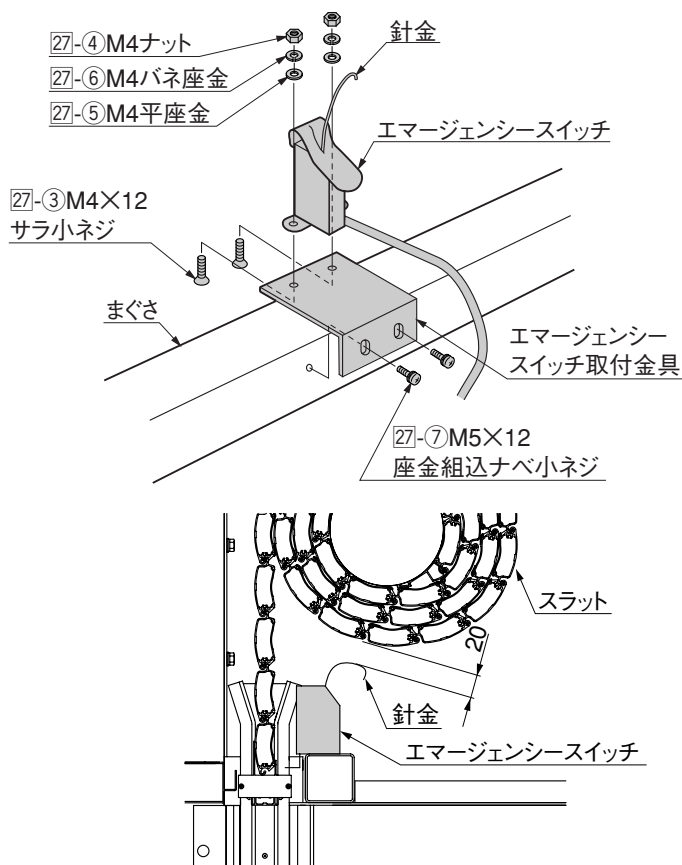

図10-1
- エマージェンシースイッチの針金が巻取っているスラットから約20mm離れるように調整してください。(図10-1参照)